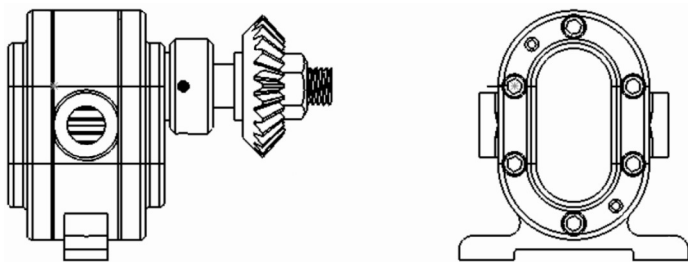

图 10-66 齿轮泵装配体视图
- [4] 单击【确定】按钮, 生成齿轮泵装配体视图, 如图 10-66 所示。